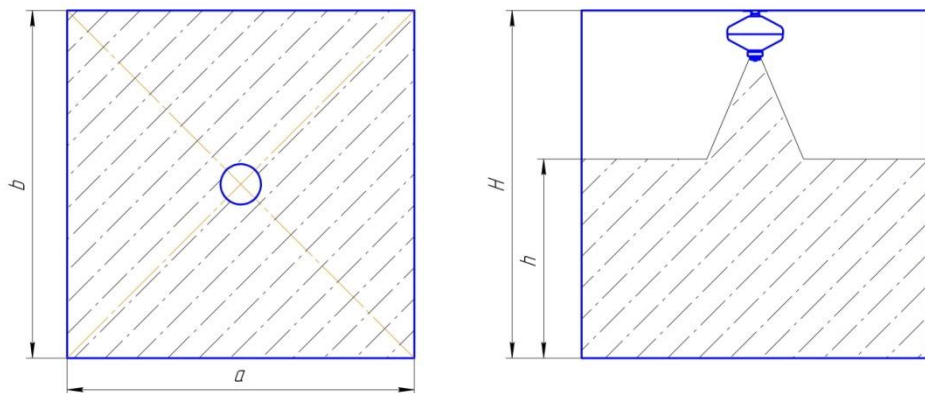

Рис.1
2.2 Огнетушащая способность и конфигурации распыла порошка МПП «Ураган-1М» в защищаемой зоне при тушении очагов пожара классов «А» и «В» на закрытой площадке приведена на рис.1 и таблице 2.